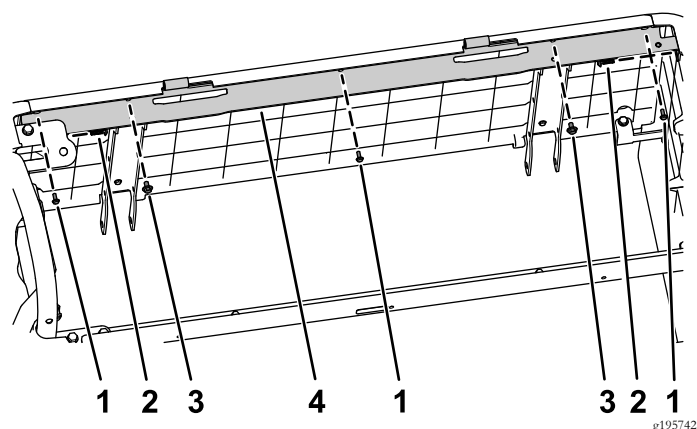

图42
8. 使用 3 个螺丝#10 x 1/2 英寸、2 个带垫圈组件的螺栓 1/4 x 1/2 英寸和 2 个梅花头螺丝安装座椅支架 图42。